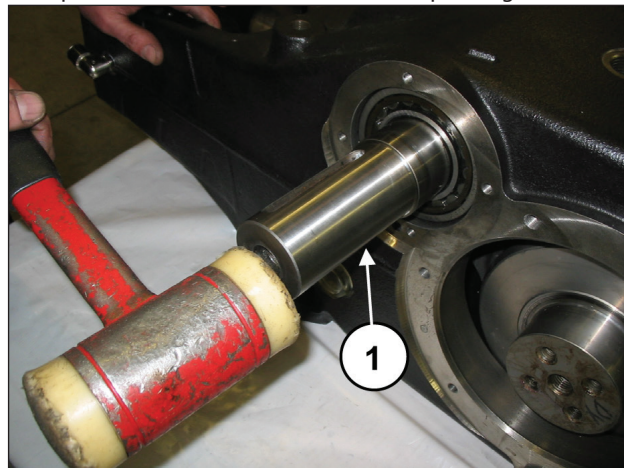
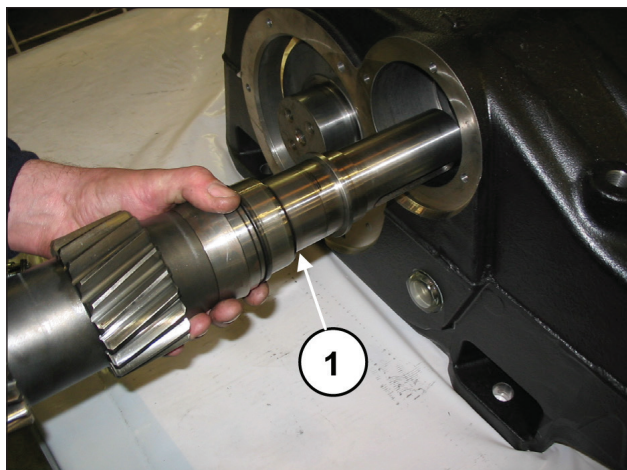

Fig. 32
Fig. 33
Utiliser un outil à inertie (rep. ①, Fig. 32) pour dégager l'arbre de la prise de force d'un des deux côtés (rep. ①, Fig. 33).